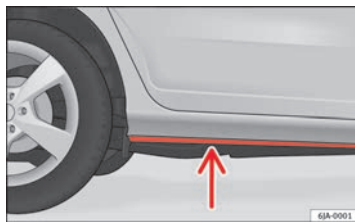

Abb. 113 Wasserdurchfahrten auf der Straße
- Stellen Sie vor einer Wasserdurchfahrt die Wassertiefe fest. Der Wasserstand darf maximal an den Steg des Unterholms reichen → Abb. 113.